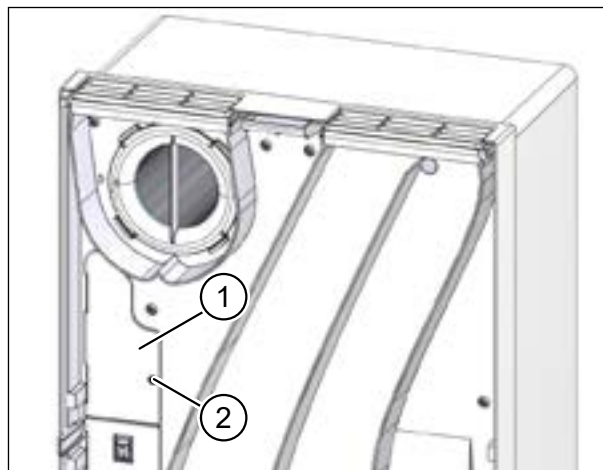

Рис. 49: закрепить крышку блока электроники
- ▶ Установите крышку блока электроники (поз. 1 на рис. 49) на вентустановку.
- ▶ Закрепите крышку блока электроники Torx-винтами (поз. 2 на рис. 49).